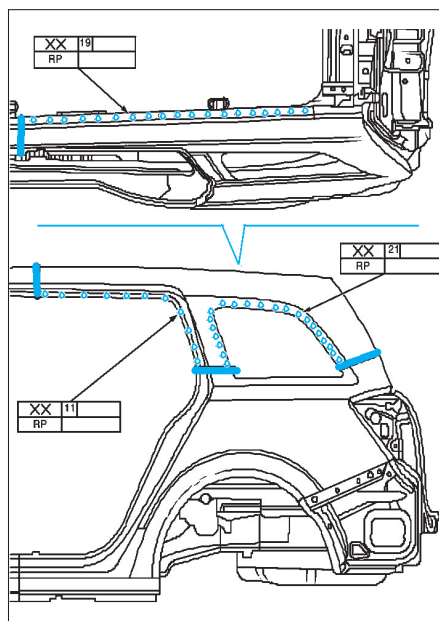

FIG. 152
- Souder par points, le panneau latéral supérieur (fig. 152).